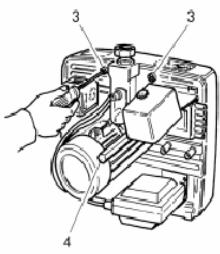

fig.2
- Отвинтите винты 3 и центральный штифт 4 (рис. 2).